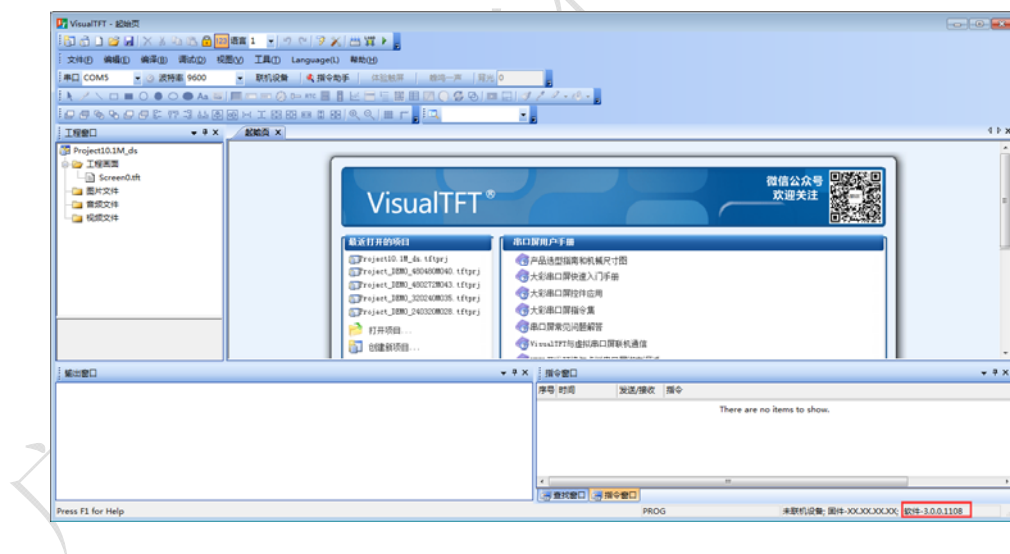

图 2-2 软件版本
- b) 打开 VisualTFT，在软件右下角可以查看软件版本图 2-2 所示：